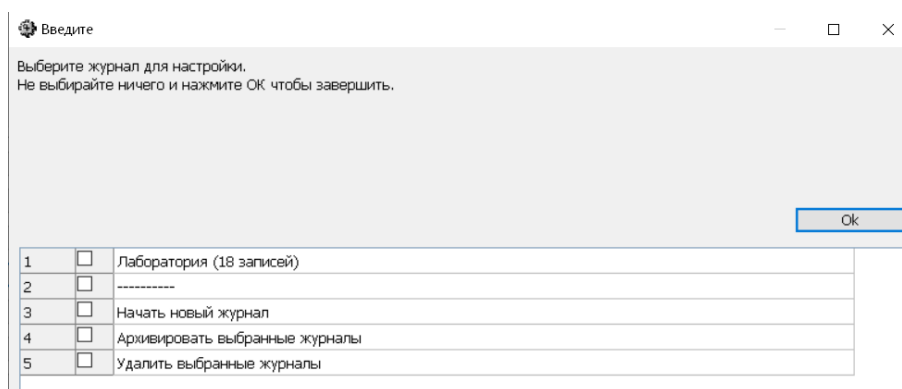

Рисунок 9 – Управление журналами.
5.6.1. Для управления и настройки имеющихся журналов нажмите на кнопку «Настройки журналов» (Рисунок 1). Появится окно, вид которого показан на рисунке (Рисунок 9).